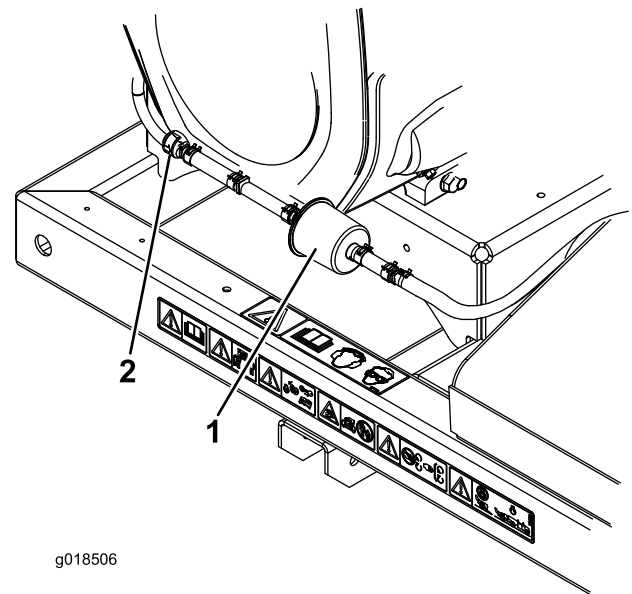

Figura 18
2. Spostate le fascette stringitubo del tipo a molla su entrambi i lati del filtro della linea di spurgo del canister a carboni attivi lontano dal filtro (Figura 18).
3. Togliete il filtro a carboni attivi e gettatelo (Figura 18)
4. Montate un nuovo filtro nel flessibile con la freccia del filtro rivolta verso la valvola di ritenuta e fissatelo con le fascette stringitubo (Figura 18).